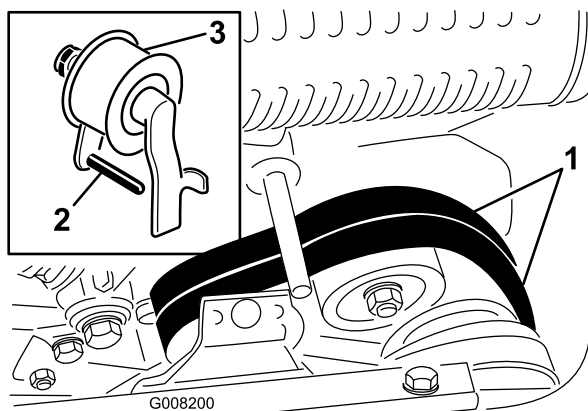

図 39
8. エンジンを使わずに、楽に機体を押したり引いたりすることができるよう、ベルト・ガイド（図 39；挿入図）を以下のように調整しておきます：